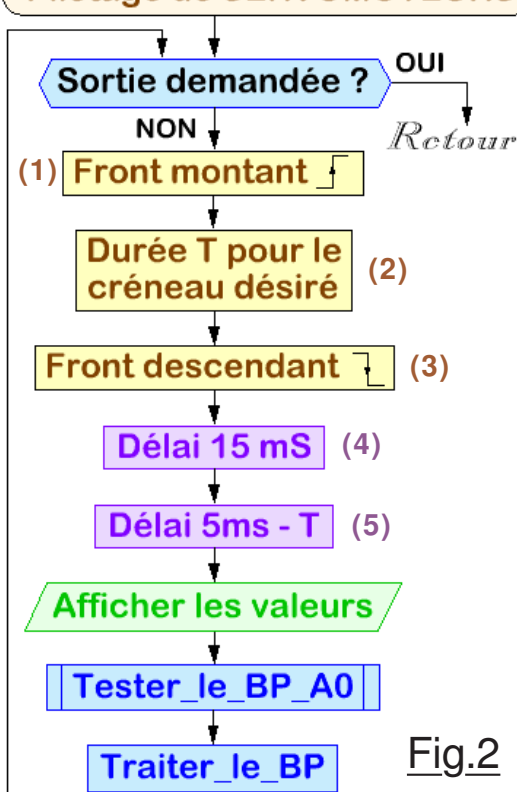

Fig.2
Globalement la structure de la fonction en cours d'étude est identique à toutes celles déjà créées. C'est celle d'une fonction bouclée dont on sort de façon standard par une utilisation longue du bouton `FC +` et c'est `P18_Pilotage_SERVOMOTEUR_sur_USB.ino` qui nous sert de démonstrateur. Rien de bien nouveau. La difficulté réside dans le fait que le microcontrôleur est en permanence bloqué dans la génération du signal, alors qu'il doit surveiller les deux B.P. Pour cerner le fonctionnement de la fonction bouclée, aidons-nous de l'organigramme très simplifié représenté sur la Fig.2 dans lequel les instructions en jaune appartiennent en réalité à une procédure de service. En (1) on fait monter le signal à l'état "1". Puis, avant de le ramener à "0" en (3) on effectue un délai (2) correspondant à la durée T désirée pour l'impulsion positive. (T comprise entre $200\mu S$ et $3000\mu S$.)